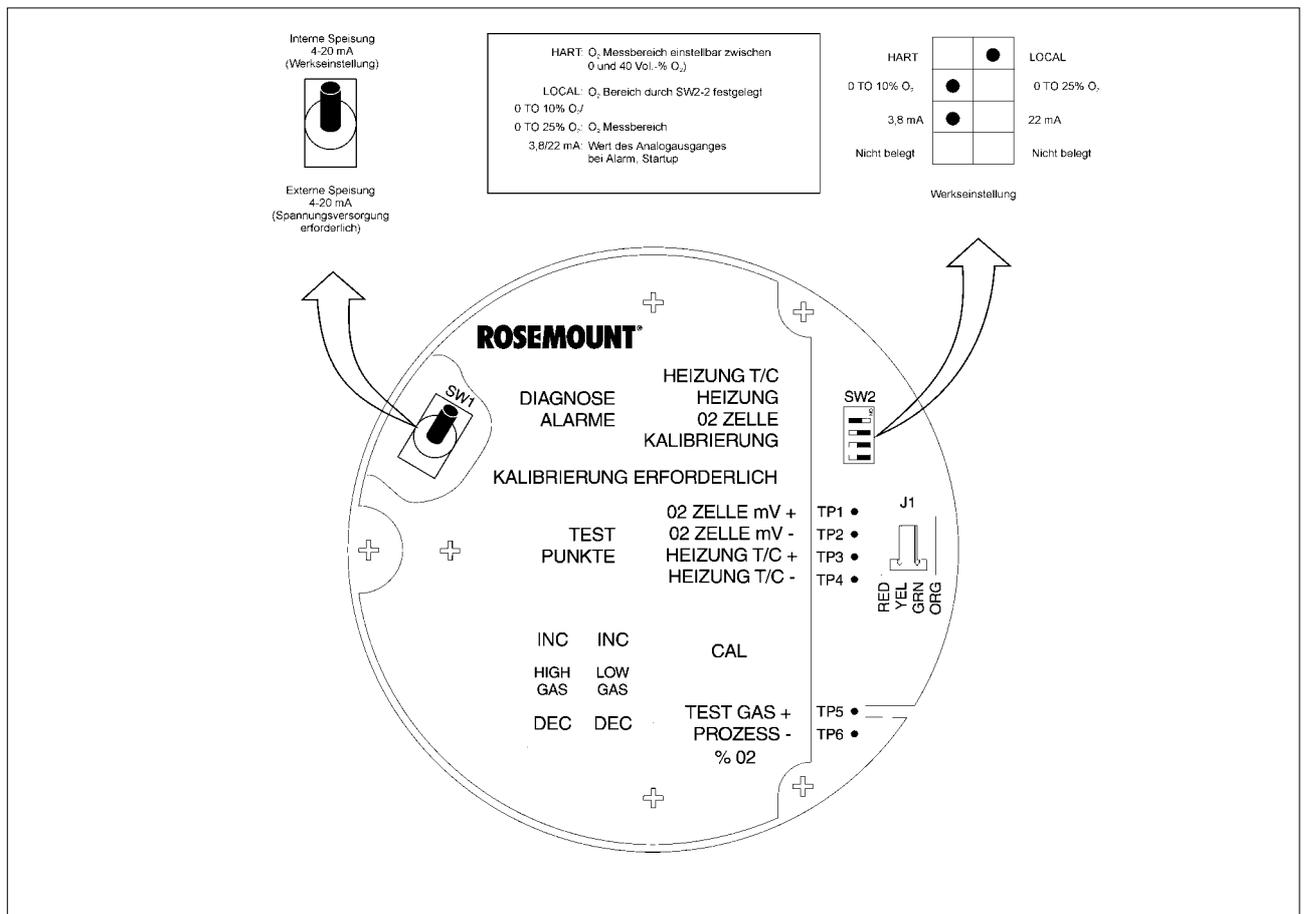

Abbildung III-2 Hardwareinstellungen Oxymitter 4000
- **Schritt C - Konfiguration überprüfen.** Auf der oberen Platine, der Mikroprozessor-Platine, befinden sich zwei Schalter für die Einstellungen der Ausgänge des Oxymitter (siehe Abbildung III-2). **SW1** bestimmt, ob das 4-20 mA-Signal intern oder extern gespeist wird. Das 4-20 mA-Signal ist werkseitig auf interne Speisung eingestellt.